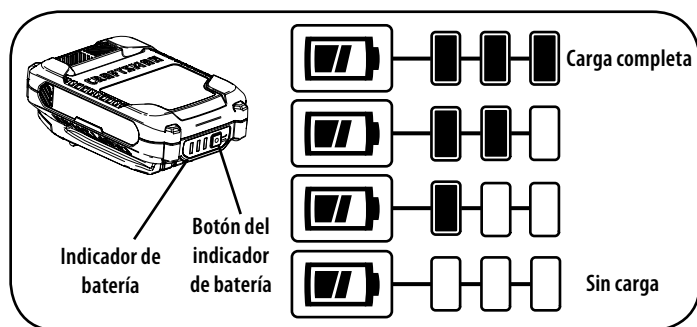

Figura 19
1. Presione el botón del indicador de batería en la parte delantera del paquete de baterías para controlar el nivel de carga. Vea la Figura 19.